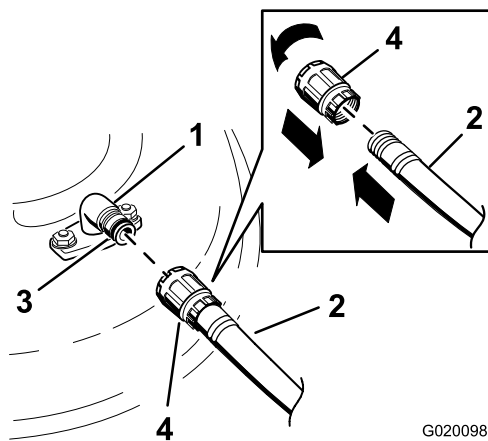

Figura 79
3. Atașați cuplajul furtunului la capătul fittingului de spălare a mainii de tuns iarba și porniți apa cu presiune maximă (Figura 79).